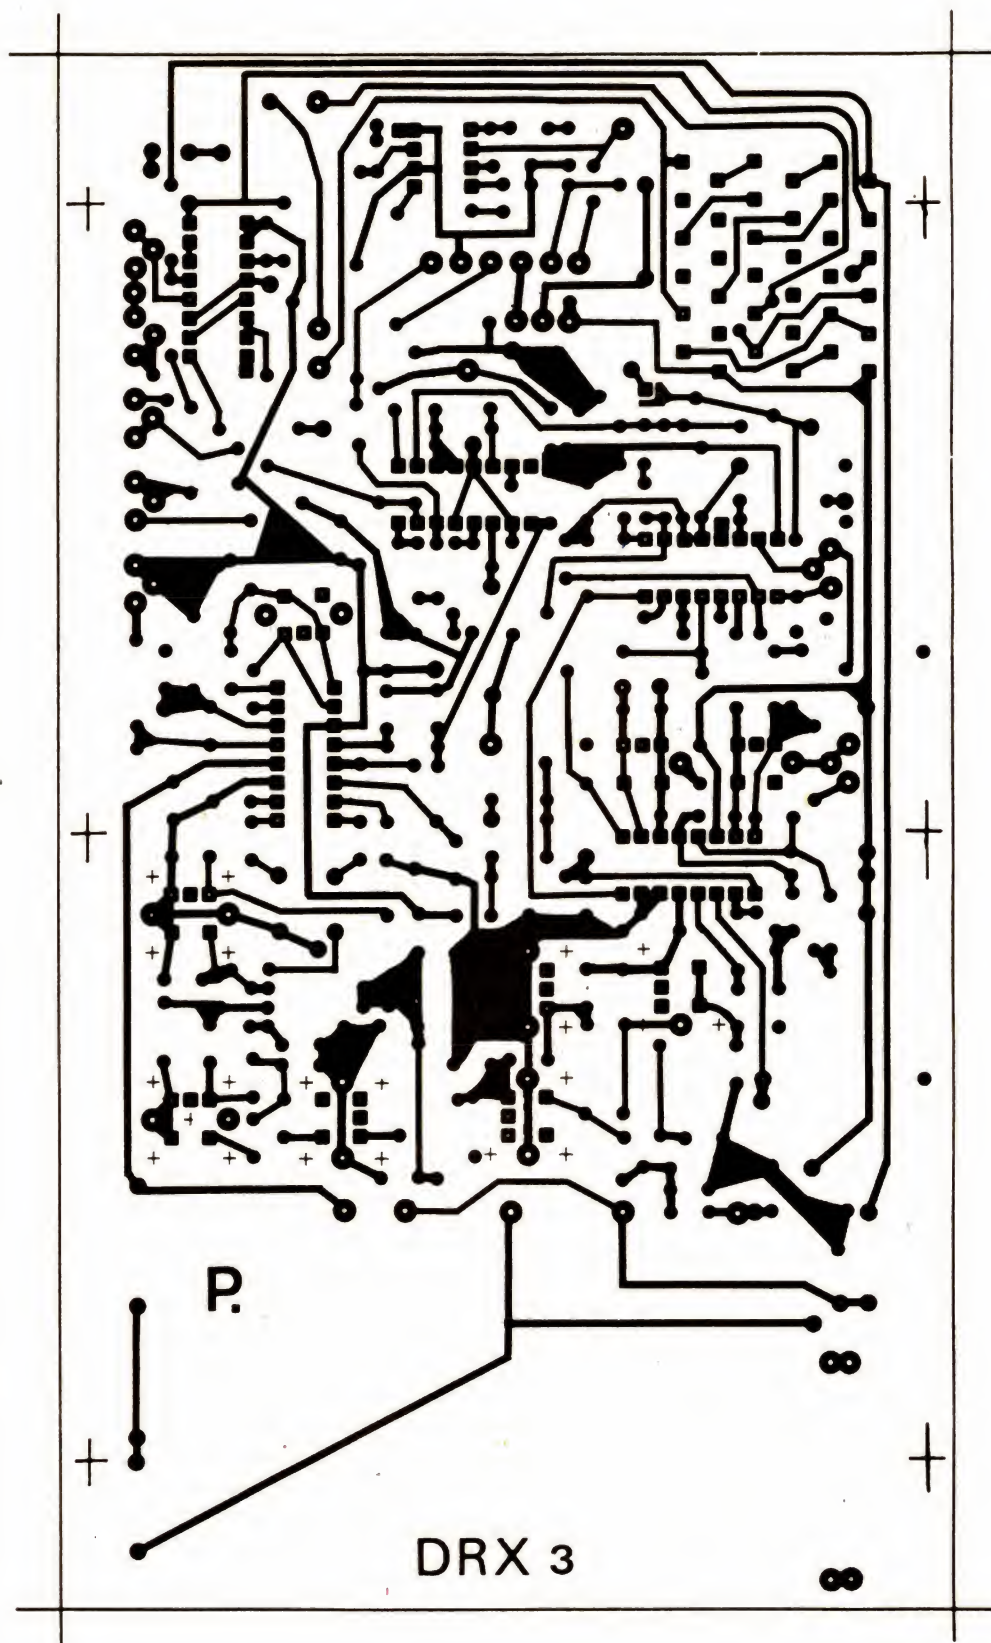
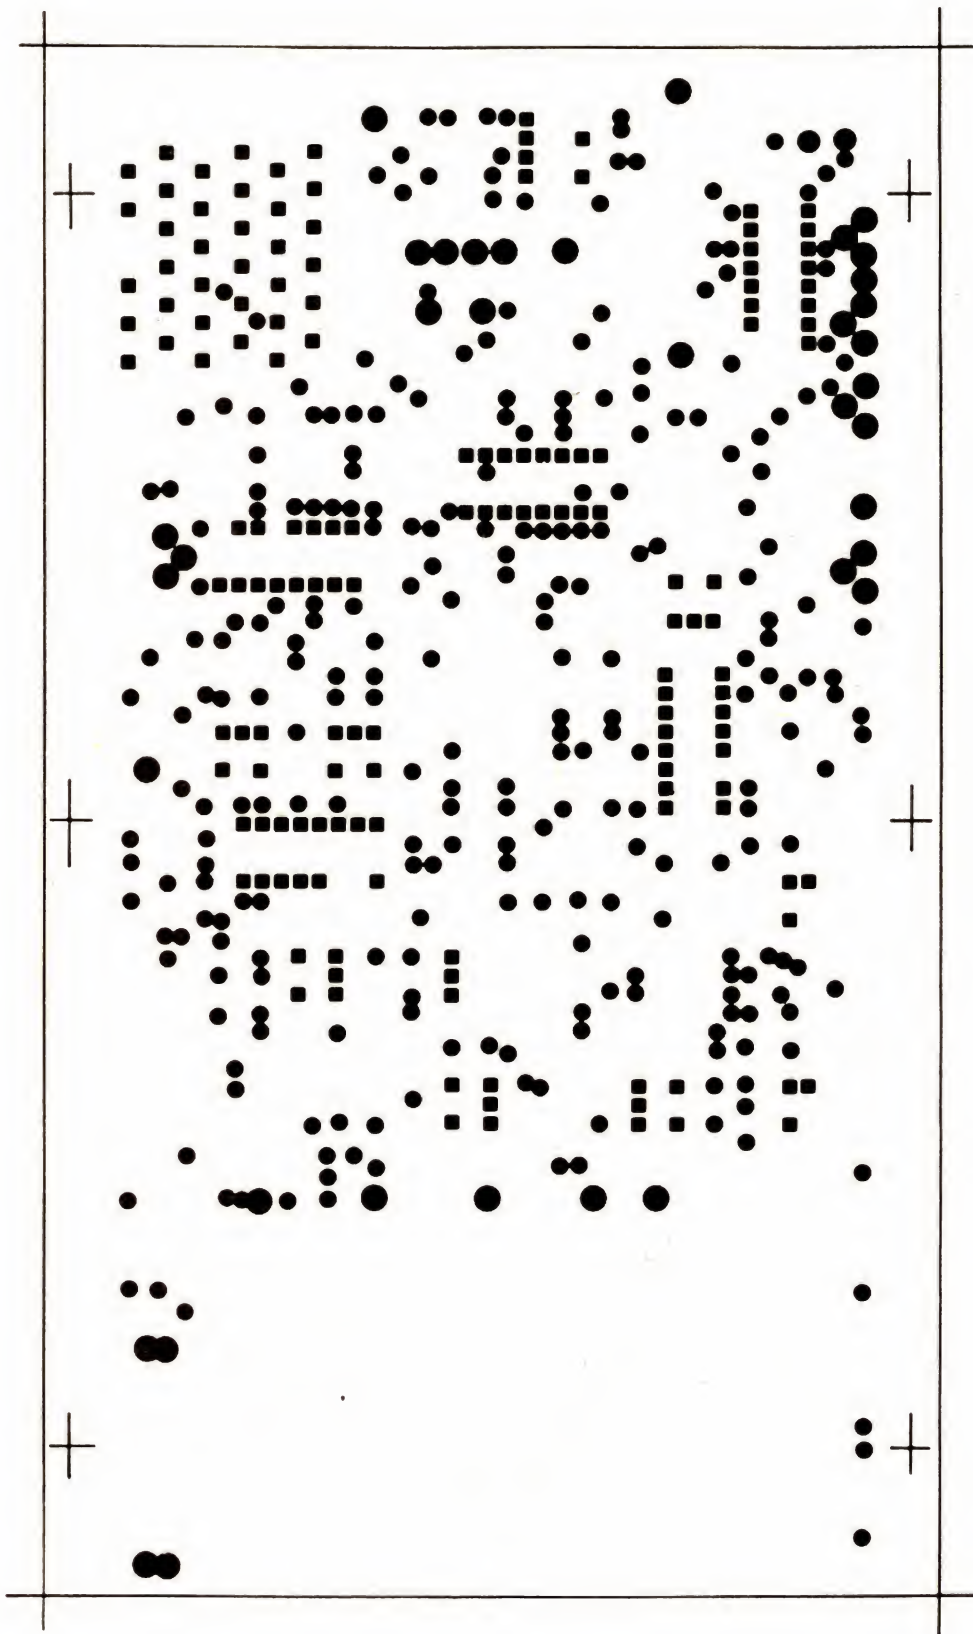

Fig. 7. — Le circuit imprimé principal.
Fig. 8. — Plan de masse de P.
a) Le circuit principal P est un double face avec plan de masse, côté composants. La figure 7 donne le tracé des pistes du verso. La figure 8 donne la disposition du plan de masse recto. On notera le tracé clair du circuit malgré la densité du schéma et sa complexité. Les liaisons sont toujours courtes et il n'existe aucun passage acrobatique. Le nombre des straps est pourtant faible, comme on le verra plus tard. La figure 8 permet évidemment un tirage photographique direct du plan de masse avec dégagement automatique des passages à isoler de la masse. Cependant une grande précision dans le tirage doit être respectée pour une coïncidence correcte des deux faces du
CI. Une solution plus simple pour l'amateur consiste à se servir de la figure 8, non pas pour le tirage, mais simplement pour la localisation des trous à détourer. L'opération de détourage se faisant avec un foret à métaux de 3 mm ou mieux avec une fraise à pivots d'horloger.